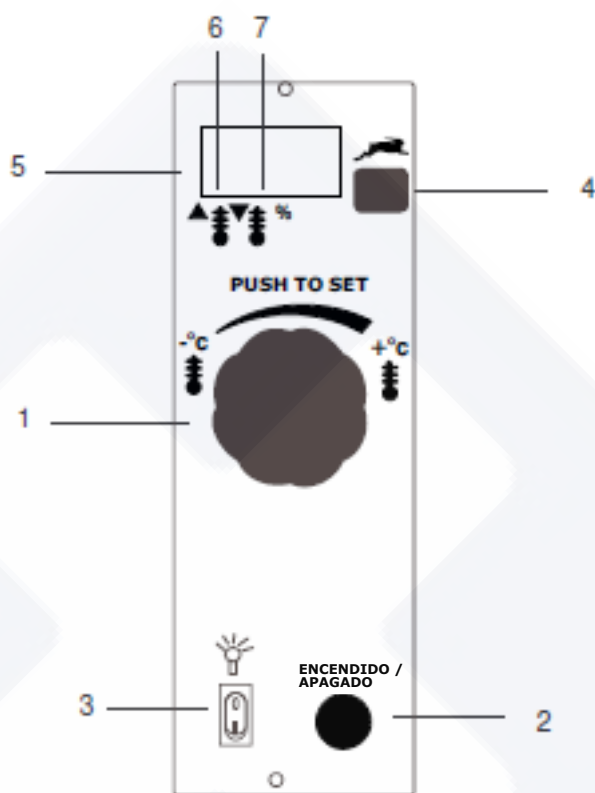

FIG.1 (Panel de mandos)
El panel de mandos está instalado en la parte delantera del horno, tal como indica la FIG.1.
LEYENDA FIG.1
Todas las configuraciones se efectúan pulsando el botón "PUSH TO SET" (FIG.1 Ref.1).
Pulsando solo una vez sobre el botón "PUSH TO SET" (FIG.1 Ref.1), en la pantalla (FIG.1 Ref.5) empezará a parpadear el valor de la temperatura que se quiere alcanzar en el interior de la cámara.
Girando el botón "PUSH TO SET" (FIG.1 Ref.1), seleccionar el valor deseado; al pulsarlo una segunda vez se confirma el dato y se activa la configuración del valor (**porcentual %**) de la resistencia superior (**LED intermitente FIG.1 ref.6**).
Seleccionar el valor (**porcentual %**) de trabajo con el cual se quiere calentar la resistencia superior, pulsando por tercera vez el botón, se confirma el dato y se activa la configuración del valor (**porcentual %**) de la resistencia inferior (**LED intermitente FIG.1 ref.7**).
Pulsando de nuevo sobre el botón "PUSH TO SET" (FIG.1 Ref.1), se guardará también el último valor y la pantalla (FIG.1 Ref.5) visualizará la temperatura en el interior de la cámara.
- 3) Posicionar el botón del horno "ON/OFF" (**FIG.1 Ref.2**) en la pos. "ON";
- 4) Configurar la temperatura del horno a 150°C pulsando y girando el botón "PUSH TO SET" (**FIG.1 Ref.1**), hasta que se enciendan los LED de referencia (**FIG.1 ref. 6 y 7**).
- 6) Apagar el horno, posicionando el botón "ON/OFF" (**FIG.1 Ref.2**) en la pos. "OFF";
- 10) Desactivar el funcionamiento de las resistencias mediante el botón "ON/OFF" (**FIG.1 Ref.2**) en la pos. "OFF".
- 2) Posicionar el botón del horno "ON/OFF" (**FIG.1 Ref.2**) en la pos. "ON";
- 3) Configurar el valor deseado de temperatura del horno pulsando y girando el botón "PUSH TO SET" (**FIG.1 Ref.1**). Configurar el porcentaje (%) de trabajo deseado de las resistencias pulsando el botón "PUSH TO SET" (**FIG.1 Ref.1**) hasta que se enciende el LED de referencia (**FIG.1 ref. 6 y 7**) de la resistencia; luego girar el botón para configurar el valor deseado. Para que el horno recién encendido, alcance la temperatura programada en el menor tiempo posible, pulsar el botón "LIEBRE" (**FIG.1 Ref.4**)
- 4) Una vez que el horno ha alcanzado la temperatura deseada (**ver punto 9 de este apartado**), que se puede ver en la pantalla (**FIG.1 Ref.3**), es posible introducir la pizza en el horno;
- 6) Para iluminar el interior de la cámara de cocción, pulsar el interruptor de la lámpara del horno (**FIG.1-Ref.5**);
1) Apagar el horno, llevando en la **pos. "0"** los interruptores que ponen en funcionamiento las resistencias (**FIG.1;2;-Ref.3**) y los mandos de ajuste de los termostatos; (**FIG.1-Ref.2**)